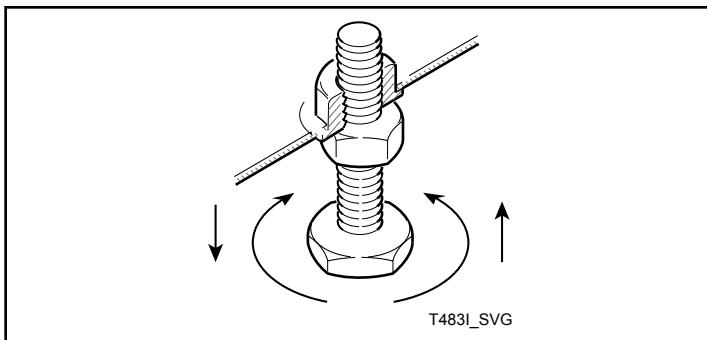

Figura 3
5. Deslize a secadora para seu local permanente. Ajuste os pés de nivelamento até que a unidade esteja nivelada ou até que a altura da parte frontal em relação à traseira não seja maior do que 3,3 mm [0,13 pol.]. Consulte a *Figura 3*. A secadora não